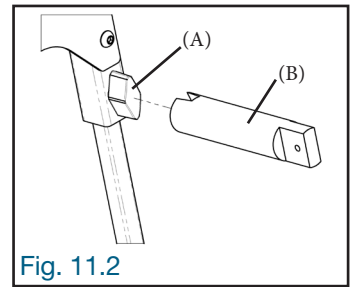

Fig. 11.2
**NOTE :** Si vous avez de la difficulté à atteindre ou serrer fermement un bouton de blocage (A) pour l'ajustement, utilisez l'outil de serrage (B) prévu à cet effet (Fig. 11.2).